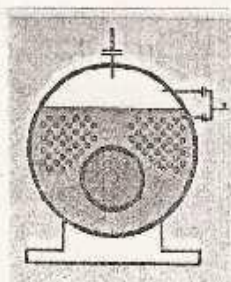

fig. 2
2.1.1 FIJOS: #usos industriales fig 2
2.2.1. CIRCULACION NATURAL # generador de vapor fig 2 y 17